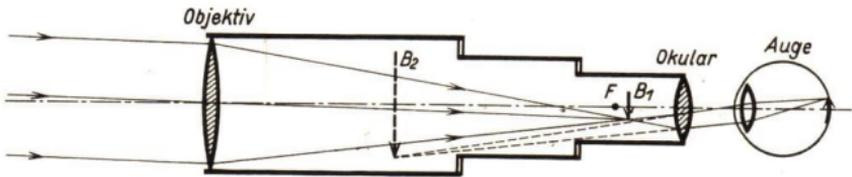

Abb. 207 Strahlengang im Keplerschen Fernrohr.
**a) Das Himmelsfernrohr oder das Keplersche1) Fernrohr.** Das Himmelsfernrohr (Abb. 206) enthält zwei Linsen (vgl. Abb. 207); das Objektiv ist eine Sammellinse von großer Brennweite und verhältnismäßig großem Durchmesser. Von dem entfernten Gegenstand fallen fast parallele Strahlen auf das Objektiv, das von ihm (dem Objekt) ein wirkliches, umgekehrtes, verkleinertes Bild  $B_1$  liefert; dieses entsteht nahe dem Brennpunkt außerhalb der einfachen Brennweite des Objektivs. Die Stellung des dem Auge zugekehrten *Okulars*2), das ebenfalls eine Sammellinse ist, wird jeweils so verändert, daß sich das vom Objektiv entwor-
fene Bild innerhalb der einfachen Brennweite des Okulars befindet. Das Okular wirkt somit als Lupe. Wir erhalten dann ein scheinbares, vergrößertes Bild  $B_2$ . Die Brennpunkte von Objektiv und Okular fallen dabei fast zusammen. Verfolge den Strahlengang in Abb. 207! Für Himmelsbeobachtungen stört es weiter nicht, daß die entstehenden Bilder umgekehrt sind. Oft werden für Himmelsbeobachtungen auch Spiegelfernrohre verwendet, die statt des Objektivs einen Hohlspiegel zur Bilderzeugung benutzen.